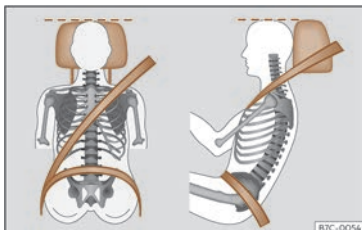

Abb. 17 Richtiger Gurtbandverlauf und richtige Kopfstützeinstellung.
- Kopfstütze so einstellen, dass die Oberkante der Kopfstütze sich so weit wie möglich auf Höhe des Oberkopfes und so nahe wie möglich in Augenhöhe befindet¹⁾ >>> S. 127. Den Hinterkopf so nah wie möglich an der Kopfstütze positionieren >>> (Abb. 17).
- Fahrersitz in Längsrichtung so einstellen, dass die Pedale mit leicht angewinkelten Beinen durchgetreten werden können und der Abstand zur Schalttafel im Kniebereich mindestens 10 cm (4 Zoll) beträgt >>> (Abb. 17).